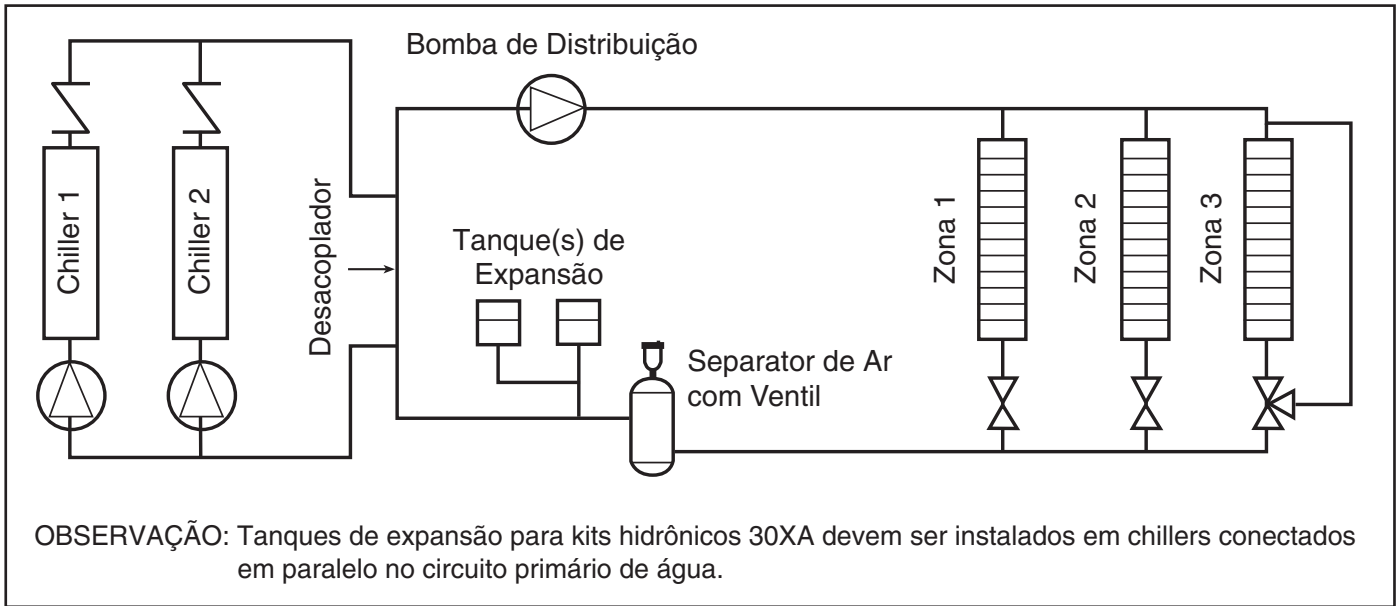

Fig. 20 - Separador de Ar Típico e Localização do Tanque de Expansão nos Sistemas Secundário-Primário
2. Instale um separador de ar no circuito da água, no local onde a água está em temperaturas mais altas e pressões mais baixas - geralmente na tubulação de retorno da água do chiller. No sistema secundário-primário, a água de temperatura mais alta está geralmente no circuito secundário, perto do desacoplador. A preferência deve ser dada para esse ponto do sistema (veja a Fig. 20). Nos separadores de ar centrífugos ou em linha já estão disponíveis no campo.
Onde dois ou mais chillers 30XA com kit hidráulico são instalados em paralelo, não deve haver mais do que um tanque de expansão no sistema, a menos que interligados em comum como visto na Fig. 20. É permitido instalar o(s) tanque(s) de expansão em uma parte da linha da água de retorno que é comum para todas as bombas, de modo que o tanque seja dimensionado de forma adequada para o volume do sistema combinado.
Se a aplicação envolve dois ou mais chillers em um sistema secundário-primário, um lugar comum para montar o tanque de expansão é na linha de retorno da água gelada, somente antes do desacoplador. Veja a Fig. 20 para colocação do tanque de expansão em sistemas secundário primário.